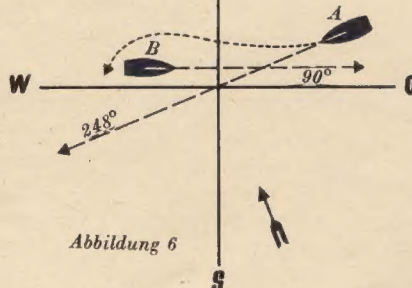

Abbildung 6
2. Aufgabe: Der Wind ist SSO, mäßig, es herrscht dichter Nebel. Ein Dampfer A steuert WSW (= 248°). Auf A hört man anscheinend voraus in Lee einen langen Ton einer Dampfpfeife. Was für ein Schiff hat man vor sich und was ist zu tun? Als sich dieses Signal wiederholt, taucht rechts voraus ein Dampfer B auf, der etwa 0 anliegt. Wie hat man sich auf beiden Schiffen zu verhalten? Die zur Verhütung des Zusammenstoßens auszuführenden Manöver sind ausführlich zu begründen (Abb. 6).